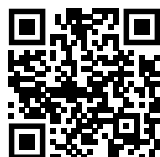

Fig. 60
- ▶ Abrir el Liebherr SmartMonitoring Dashboard. (consulte Fig. 60).